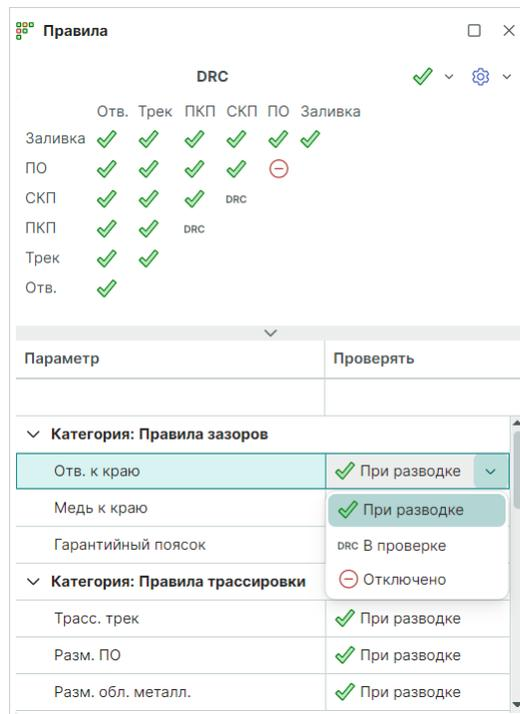

Рис. 542 Изменение типа проверки правила
2. В нижней области из выпадающего меню выберите требуемый режим контроля, см. Рис. 542.